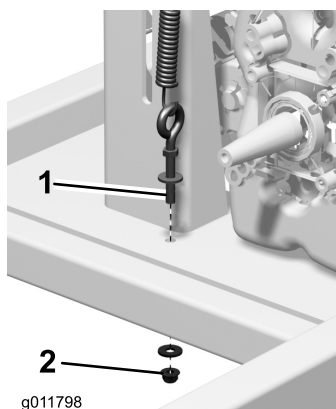

Рисунок 56
- А. Ослабьте нижнюю гайку рым-болта и отвинтите ее до конца болта (Рисунок 56).